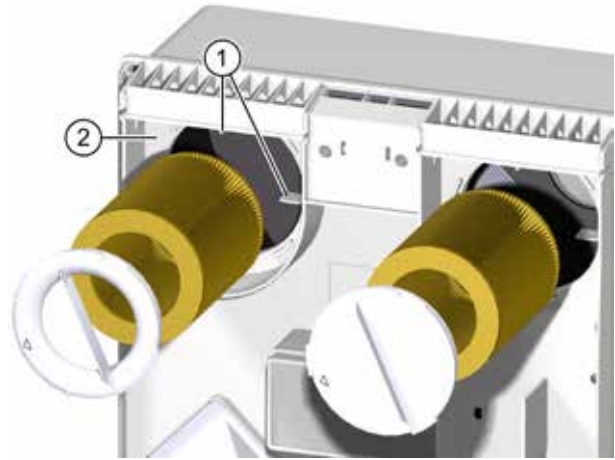

Abb. 15: Filter einsetzen
- ▶ Achten Sie darauf, dass der Filter in die vier Haltenasen (Pos. 1 in Abb. 15) an der Rückwand des Lüftungsgeräts gleitet.
- ▶ Setzen Sie den Filterring auf den Abluffilter auf. Achten Sie darauf, dass der Filterring plan auf der Zwischenplatte (Pos. 2 in Abb. 15) aufliegt.